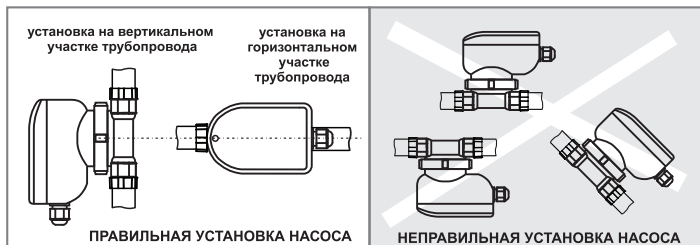

Рис.2 Установка циркуляционного насоса.
5.1.6. Вал двигателя циркуляционного насоса должен располагаться строго в горизонтальном положении (см. рис.2).